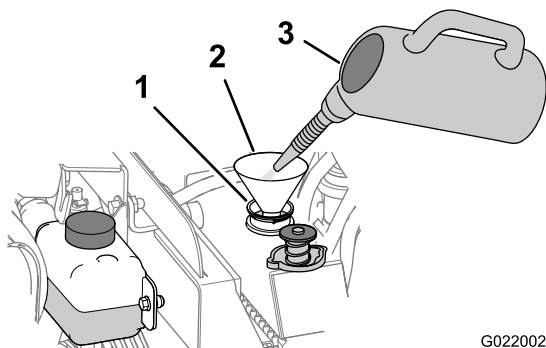

Рисунок 81
- C. Залейте чистящий раствор для системы охлаждения в радиатор через заливную горловину (Рисунок 81).